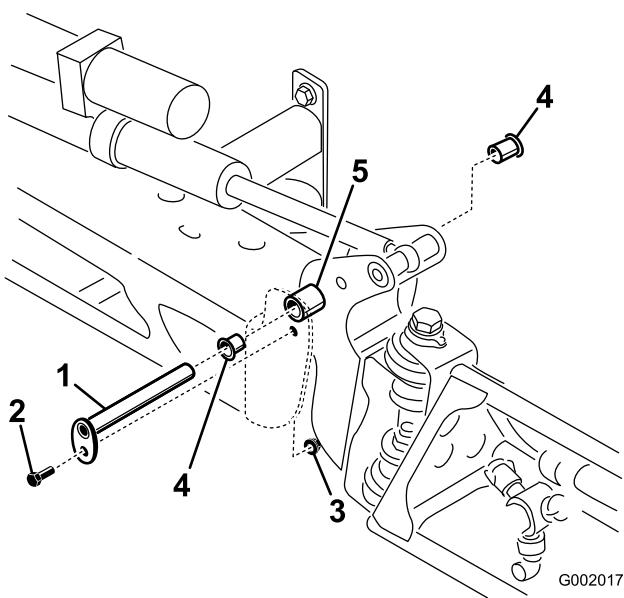

図 72
- ブームを支えておきながら、ピボットピンをブームアセンブリに固定しているボルトとナットを取り外す(図 72)。ピボットピンを取り外す。
5. ナイロンブッシュを取り外し、ピボットブラケットの前面および後面側から見て点検する (図 72)。磨耗したり破損したりしている場合は交換する。
7. センターフレームにブーム&ピボットブラケット・アセンブリを取り付け、開口部を整列させる (図 72)。